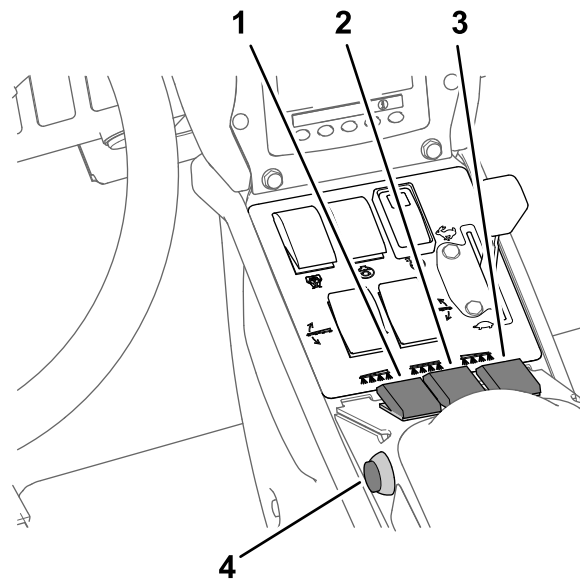

Figure 44
- Placez le(s) interrupteur(s) de section en position ACTIVÉE (Figure 44).
- Conduisez à la vitesse voulue, puis réglez la commande générale des sections en position MARCHE pour commencer la pulvérisation (Figure 44).
- Placez la commande générale des sections en position ARRÊT; voir Figure 44 sous Pulvérisation en mode débit d'application (page 39).
- Placez les interrupteurs des sections individuelles en position ACTIVÉE; voir Figure 44 sous Pulvérisation en mode débit d'application (page 39).
- Conduisez à la vitesse voulue puis réglez la commande générale en position MARCHÉ pour commencer la pulvérisation; voir Figure 44 sous Pulvérisation en mode débit d'application (page 39).